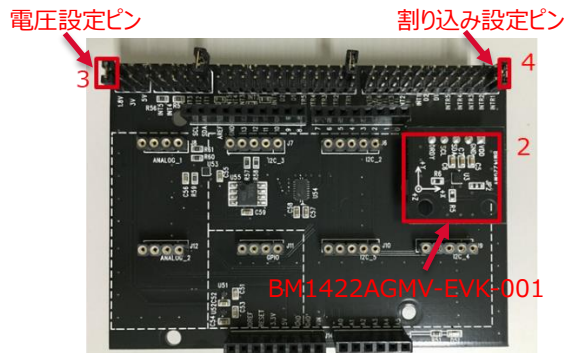

図 3 BM1422AGMV-EVK-001 と
2. SensorShield の I2C_1 に BM1422AGMV-EVK-001 を接続 (図 3)
3. SensorShield の電圧設定を 1.8V もしくは 3.0V に設定 (図 3)
4. SensorShield の割り込み設定を INTR1 に設定 (図 3)